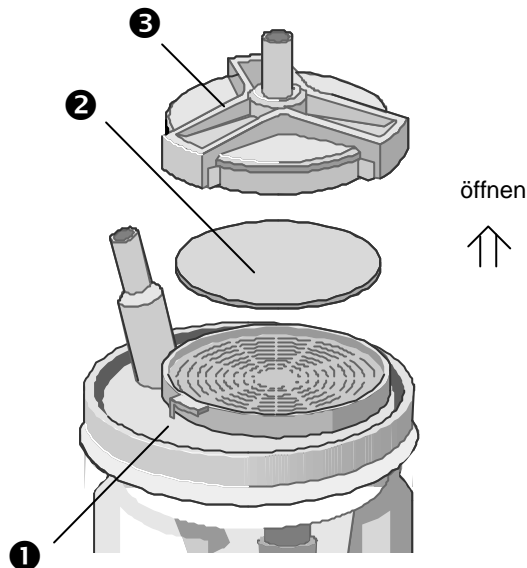

Bild 6. Filter
- Sekretbehälter und Sekretbehälterdeckel lassen sich unter fließendem Wasser spülen oder in einem Waschautomaten reinigen. Hierzu entfernen Sie vorher den Bakterienfilter (Bild 6). Das Gerät selbst kann mit einem feuchten (nicht nassen) Tuch abgewischt werden.
Im Sekretbehälterdeckel befindet sich ein Bakterienfilter (②, Bild 6), welcher das Geräteinnere vor Kontaminierung schützt und durch seine hydrophobe Eigenschaft Flüssigkeiten stoppt. Er verhindert zusammen mit der mechanischen Überlaufsicherung das Einsaugen von Absauggut in das Geräteinnere und dadurch den Ausfall des Gerätes. Die Basis des Filtermaterials ist eine poröse Teflonschicht, die auf ein Trägermaterial (Polyestervlies) aufgebracht ist. Die Porengröße des Teflonmaterials ist 1µm.